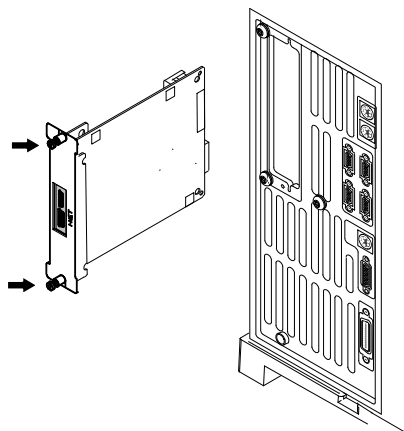

図 30 LAN カードを取り外す
- 8 MIO カード (LAN カード) が装着されている場合は、2 本の取り付けネジを緩め、カードを GC から引き出します (図 30 を参照)。